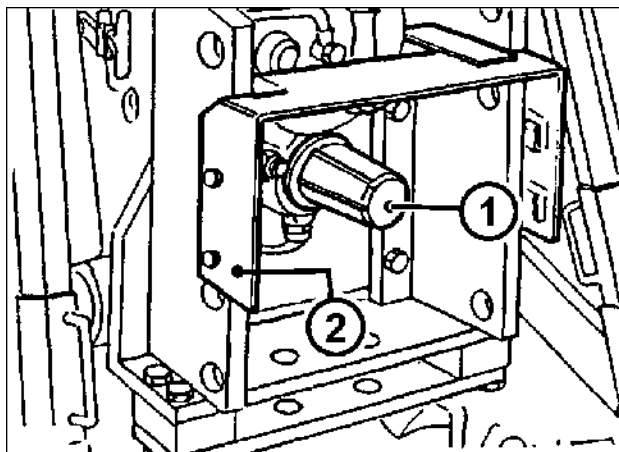

Рис. 5-17
**ВНИМАНИЕ!** ЗАЩИТНЫЕ ЭЛЕМЕНТЫ ХВОСТОВИКА ВОМ: Не начинайте движение, если не установлен колпачок (1 — рис. 5-17) или кожух (2 — рис. 5.17). Эти детали защищают людей от травм, а шлицы вала от повреждений.